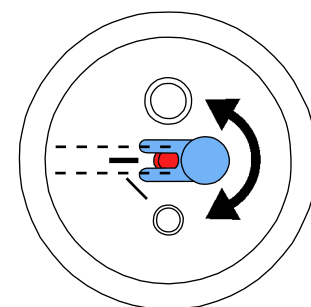

図 12
- 25~70μmのブラストタンクと一致するように、流入ノズルを調節しなければなりません (図 12)！